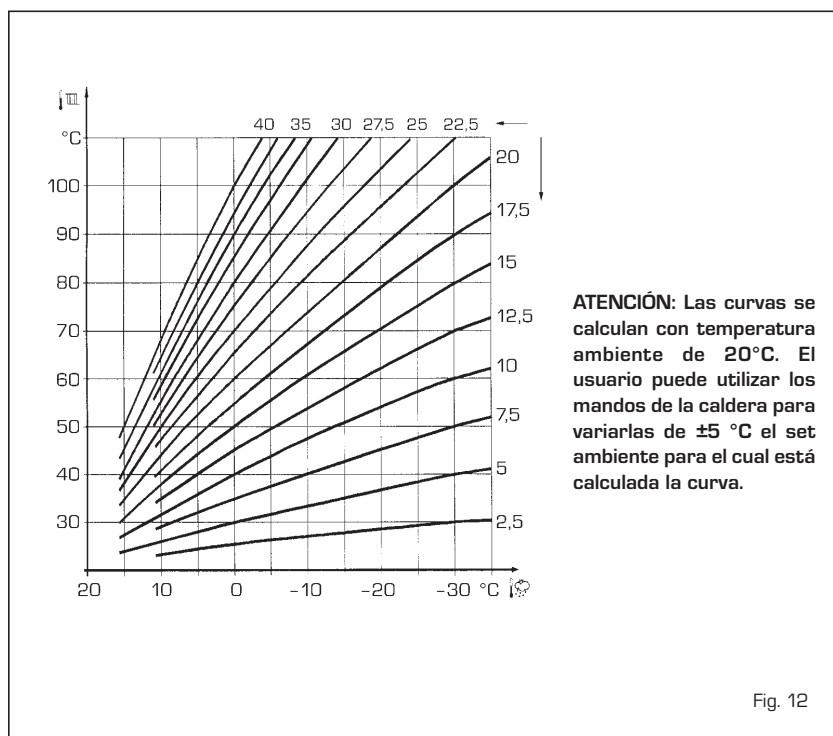

Fig. 12
3.4 SONDA EXTERNA CONECTADA (fig. 12)
Aumentando la pendiente representada por la curva de la fig. 12, se incrementa la temperatura de impulsión de la instalación conforme a la temperatura externa.